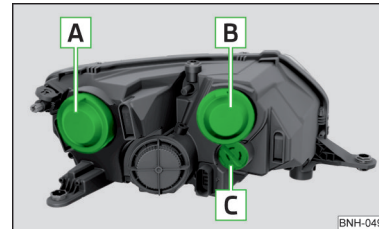

Fig. 161
Disponerea becurilor cu incandescență » fig. 161
- Scoateți capacul de protecție **A** » fig. 161 la pagina 181.
➤ Așezați capacul de protecție **A** » fig. 161 la pagina 181.
- Scoateți capacul de protecție **B** » fig. 161 la pagina 181.
- Așezați capacul de protecție **B** » fig. 161 la pagina 181.